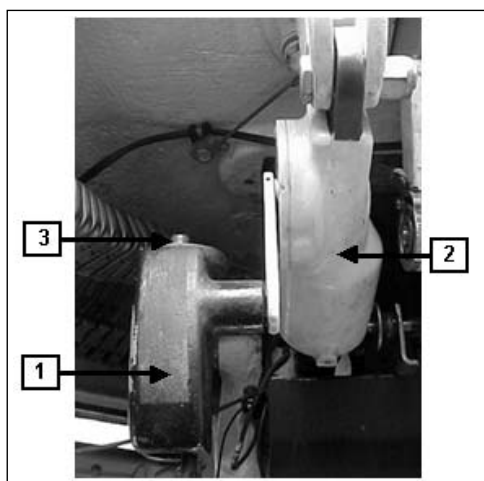

Fig 4-109. Punho de elevação da Mtr .50
(1) Punho de elevação da Mtr .50 (1) (Fig 4-109)